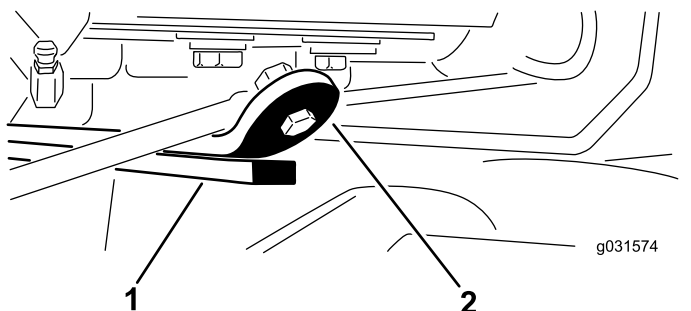

Figura 15
3. Porniți motorul, ridicați unitățile de tăiere i asigurați-vă că spațiul dintre cureaua anti-uzură de pe partea superioară a barei de uzură a unității de tăiere din spate i cureaua opritorului este de 0,51 până la 2,54 mm, aa cum se arată în Figura 15.